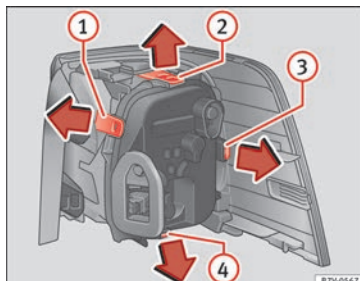

Fig. 113 Luz trasera en la carrocería: desmontar el portalámparas. ① a ④: lengüetas de bloqueo.
8.	Para desbloquear el portalámparas, presione las lengüetas de bloqueo » fig. 113 ① a ④ en el sentido de la flecha.